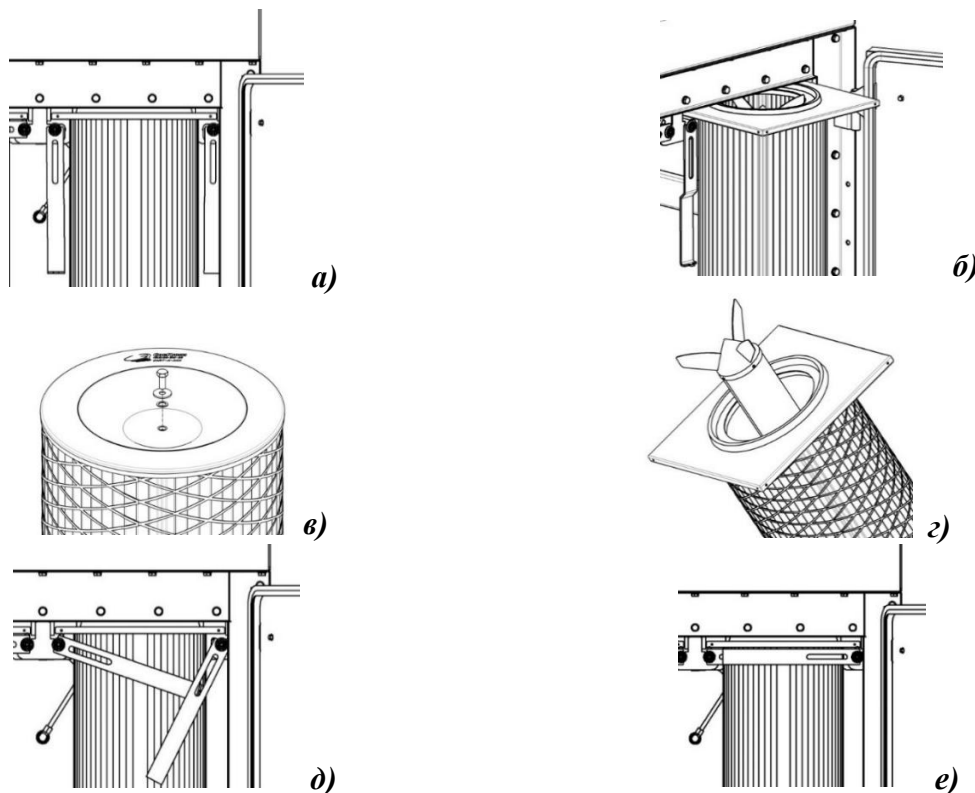

Рисунок 19 — Порядок замены картриджей
- 2) повернуть рычаги крепления картриджей в положение «открыто» и извлечь картриджи из корпуса фильтра (рисунок 19а, 19б);
- 3) открутить болт М8×20 на нижней крышке картриджа, снять болт с шайбами и извлечь вставку-обтекатель (рисунок 19в, 19г). Повторить операцию для остальных картриджей;
- 8) повернуть рычаги крепления картриджей в положение «закрыто» (рисунок 19е);